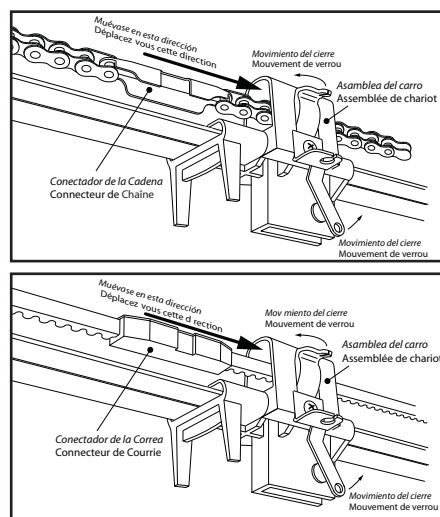

FIG. 6-2 **Engrana la cadena al corredizo.**
1. Oprima y sostenga el botón del "Límite del recorrido de cerrar" hasta que la cadena avance y engrane en el corredizo (Fig. 6-2).
1. Appuyer sur le bouton de limite de course de fermeture et le maintenir enfoncé jusqu'à ce que la chaîne avance et engage le chariot (Fig. 6-2).